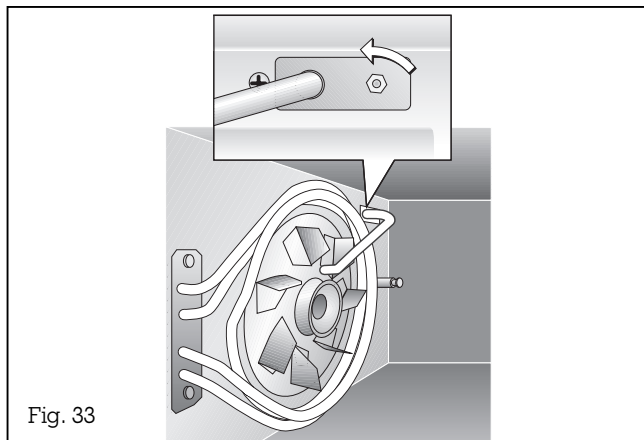

Fig. 33
- Démontez le tuyau en enlevant d'abord l'écrou de 13, puis en sortant le tuyau de son support (fig. 33).